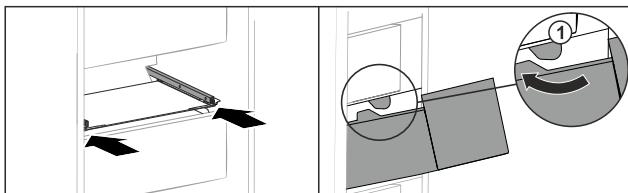

Fig. 203
- ▶ Schubfach um die Stopper Fig. 203 (1) herumführen.